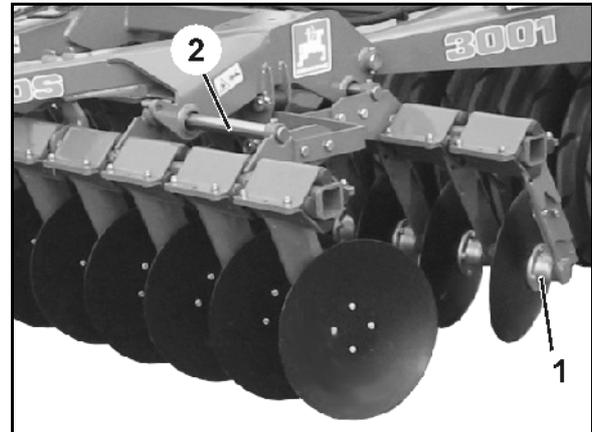

Fig. 8
Los cojinetes de los discos huecos (Fig. 8/1) se componen de un rodamiento de bolas de contacto angular de dos filas con anillo retén deslizante y orificio para llenado de aceite y no requieren mantenimiento.
- La desalineación entre ambas filas de discos se adapta a la profundidad de trabajo y a la velocidad por medio de la unidad de desplazamiento (Fig. 8/2). El ajuste se realiza con el bulón excéntrico **AMAZONE**.